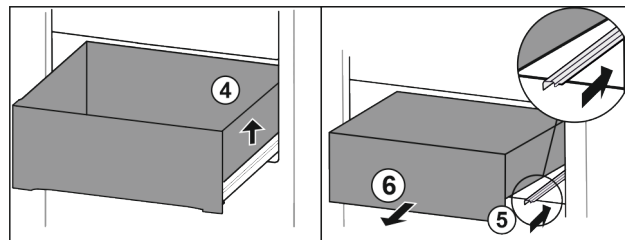

Fig. 90
- ▶ Повдигнете чекмеджето отдясно. Fig. 90 (4)
- ▶ Вкарайте дясната релса. Fig. 90 (5)
- ▶ Извадете чекмеджето напред. Fig. 90 (6)